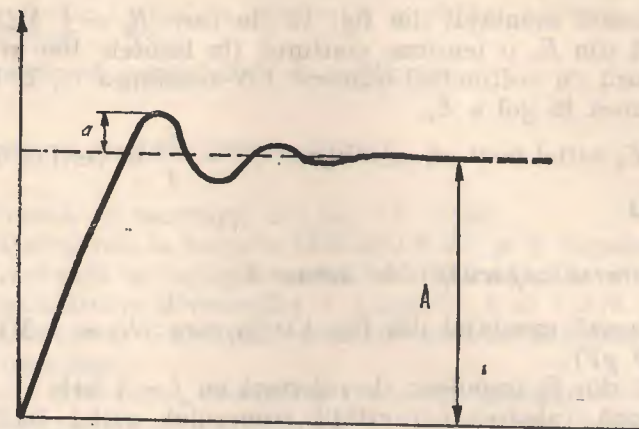

Fig. 11. Măsurarea supracreșterii răspunsului la impuls.
v. fig. 11) — care trebuie să fie $\leq 5\%$.
— pe toate treptele comutatorului V/DIV se determină neregularitățile (conform fig. 11 și relației $\epsilon = \frac{a}{A} 100\%$) care trebuie să fie $\leq 5\%$.